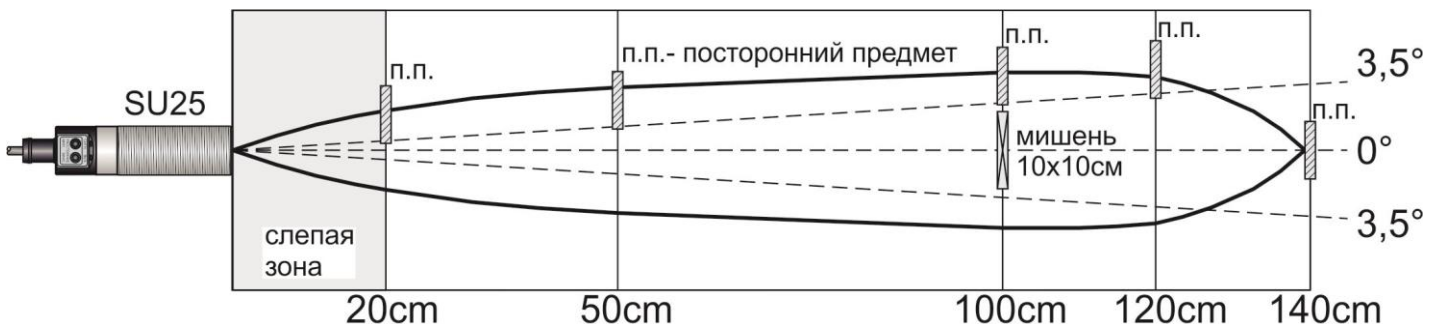

Рис.2
7.10 Полный угол пучка ультразвуковых колебаний датчика составляет 7°. Объект воздействия должен располагаться параллельно чувствительной поверхности датчика. При угле наклона объекта воздействия более  $\pm 3,5^\circ$ , максимальная граница зоны чувствительности уменьшается. На рис.2 представлена область взаимодействия ультразвуковых колебаний датчика на объект воздействия. Во избежание ложных срабатываний, в этой области, а также перед объектом воздействия не должны находиться посторонние предметы. Допускается наличие посторонних предметов за объектом воздействия.